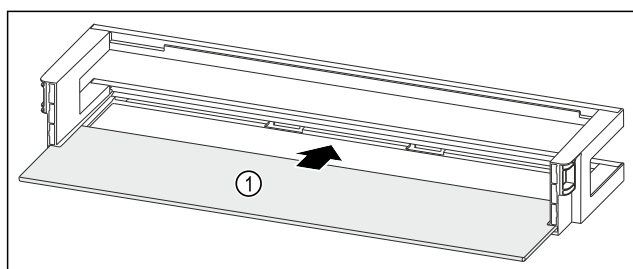

Fig. 58 Balconnet de contre-porte avec tablette de rangement
- Insérer la tablette de rangement Fig. 58 (1) dans les évidements latéraux.